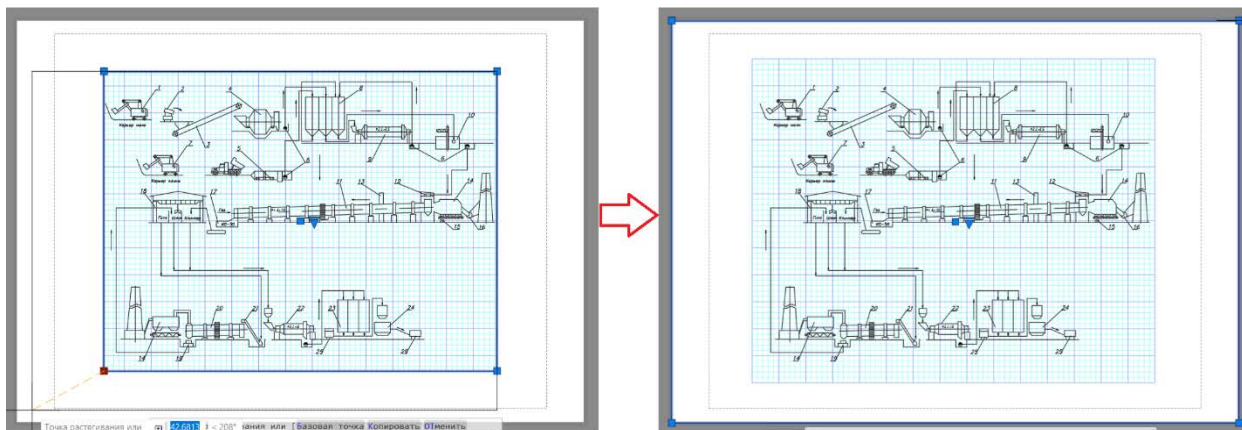

Рис. 123. Операция «растянуть» границу, в которой находятся элементы чертежа
2. «Растянуть» границу, в которой находятся элементы чертежа до краев белого листа (рис. 123).